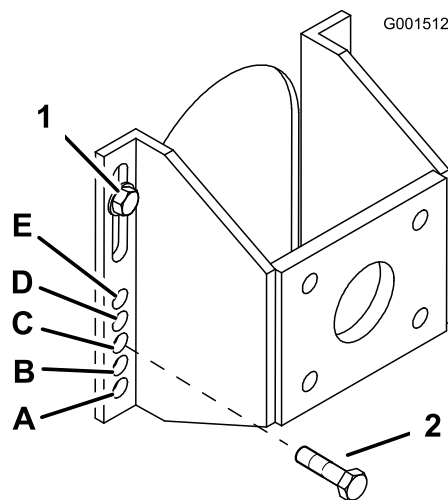

Figura 16
- Desaperte, mas não retire, os 2 parafusos do eixo superiores (Figura 16).
- Retire os 2 parafusos do eixo inferiores (Figura 16).
- Levante ou baixe o suporte de montagem, de modo a que consiga colocar os 2 parafusos de ajuste do eixo no orifício pretendido (Figura 16).